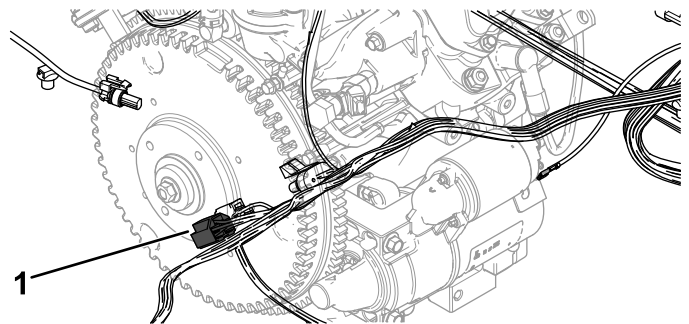

Figura 16
2. Conecte el arnés de cables del alternador al arnés de cables del motor (Figura 16).